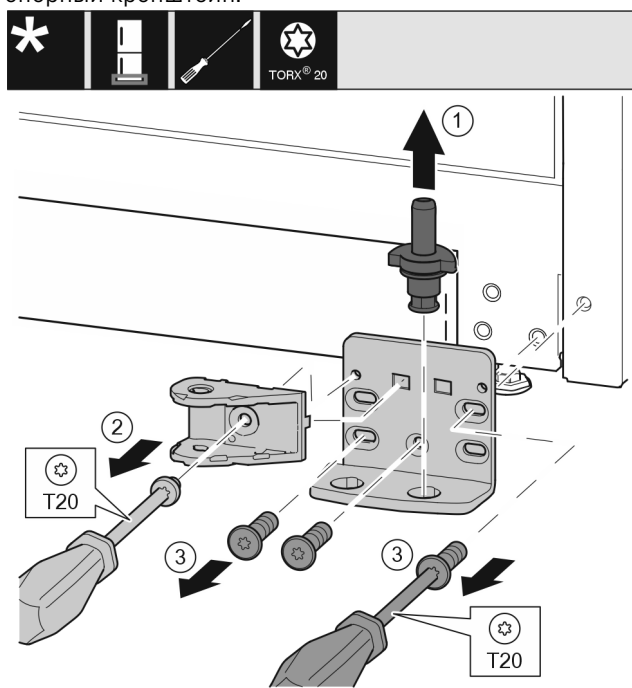

Fig. 45 *
- ▶ Опорный палец Fig. 45 (1) полностью извлеките движением вверх.*
- ▶ Открутите винт Fig. 45 (2) отверткой и снимите соединительный элемент амортизатора закрывания дверей.*
- ▶ Открутите винты Fig. 45 (3) отверткой и снимите опорный кронштейн.*